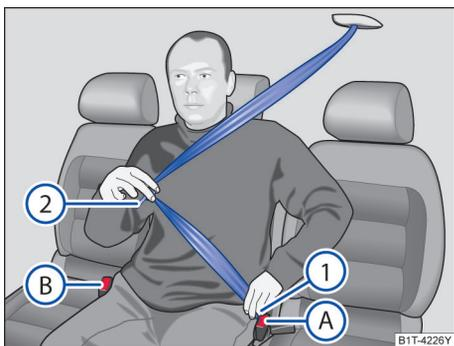

图 30 第二排座椅中间位置佩戴安全带的方法
- 将锁舌①插入所属座椅的安全插锁A内，下压，直至听到啮合声 → 图 30。安全带锁舌被锁扣锁止。
- 将锁舌②插入所属座椅的安全插锁B内，下压，直至听到啮合声 → 图 30。安全带锁舌被锁扣锁止。